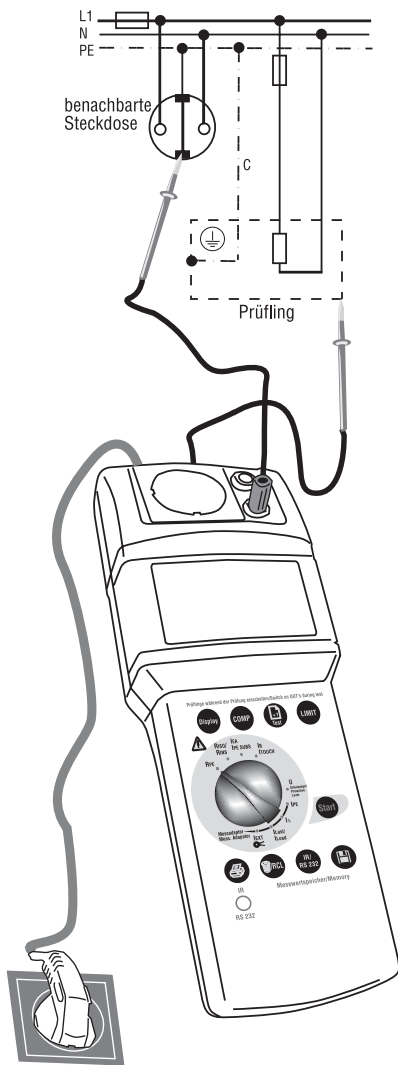

Bild 6.2:
- 1) Schließen Sie den BEHA-AMPROBE TELARIS 0701/0702 mit dem Netzanschlusstecker (1) an eine funktionsfähige und ordnungsgemäß angeschlossene Schutzkontakt-Netzsteckdose an.
- 2) Stellen Sie den Drehschalter 'Messfunktion' (15) auf die Schalterstellung 'RPE'.
- 3) Stellen Sie mittels der Taste LIMIT (7) den Grenzwert für den Schutzleiterwiderstand ein.
- 4) Bei fest angeschlossenen Geräten verbinden Sie den PE-Anschluss einer benachbarten Steckdose mit der blauen Buchse 'PE' (5), siehe Bild 6.2.
- 6) Verbinden Sie den PE-Prüfanschluss 'Sonde' (2) mit berührbaren leitfähigen Gehäuseteilen des Prüflings entsprechend Bild 6.2 oder 6.3, achten Sie auf guten Kontakt mit der Oberfläche der Gehäuseteile.
- 7) Drücken Sie die Taste „Start“ (9). Das blinkende Symbol für die Messeinheit im Display signalisiert den aktuellen Messvorgang.
- 8) Lesen Sie den Messwert von der LC-Anzeige (6) ab. Das Symbol 'LIMIT' (21) zeigt bei eingeschalteter Grenzwertanzeige eine Überschreitung des Grenzwertes an.
- Das Gerät zeigt den Wechselstromwiderstand der Schutzleiterverbindung an. Mit der Taste "Anzeige" (17) können Sie während der Messung nacheinander die einzelnen Messwerte für den positiven und negativen Prüfstrom getrennt abrufen (Anzeigesymbol $\Omega+$ und $\Omega-$).
- Die Messergebnisse können durch Drücken der Taste  (10) abgespeichert werden.